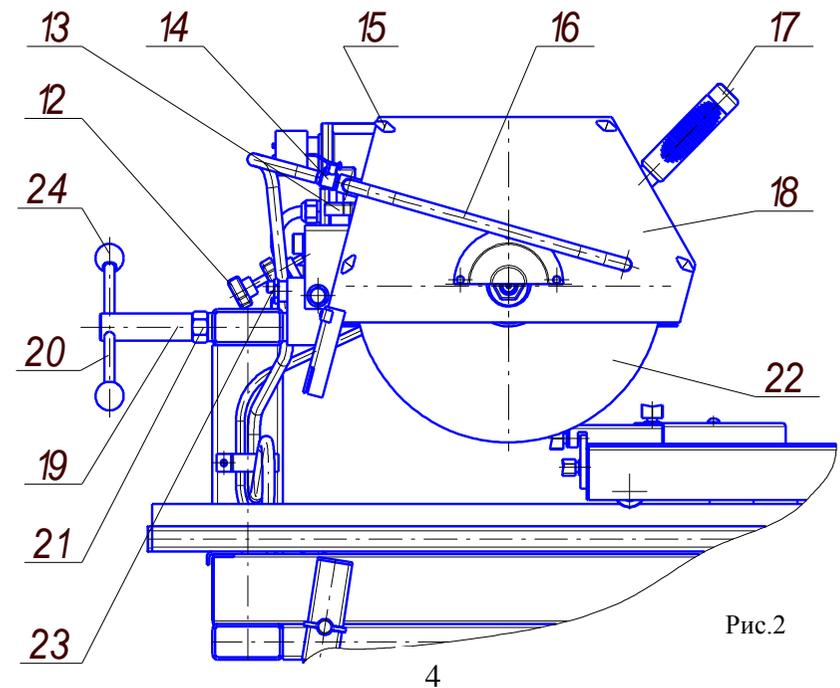

Рис.2
5.6. Выверните четыре барашковых винта 15 (см. рис. 2), осторожно снимите защитный кожух 18 (см. рис. 2) и положите его на крышку двигателя. Установите алмазный диск на ось двигателя таким образом, чтобы он был зажат между двумя планшайбами и зафиксирован гайкой при помощи гаечного ключа на 30 и дополнительного штыря-фиксатора (в комплект поставки не входит), введя его в специальное отверстие на конце оси двигателя. Проверьте, попадает ли диск в специальную прорезь подкатного стола, после чего установите обратно защитный кожух 18 (рис. 2).
5.7. Выкрутите винт-фиксатор 12 (см. рис. 2), ограничивающий вертикальное перемещение головки станка. Подкатите столик 3 (см. рис. 1) к диску и нажимая вниз ручку 17 (см. рис. 2) убедитесь, что диск свободно входит в узкую прорезь стола. При помощи гаечного ключа на 30 ослабьте фиксирующую гайку 21 (см. рис. 2) и, взявшись за ручку, расположенную на крышке двигателя, поверните головку станка на 45°. Убедитесь, что диск входит в широкую прорезь подкатного стола станка, в противном случае осуществите регулировку головки, вращая эксцентрик 23. По окончании регулировки затяните винт крепления эксцентрика. Для фиксации угла наклона головки станка используется гайка 21 (см. рис. 2) и поворотная ручка 19 (см. рис. 2), которая контрит гайку 21.
5.8. Выберите в зависимости от толщины разрезаемого материала величину вертикального хода головки станка, используя для этой цели регулировочный винт 13 (см. рис. 2). При необходимости фиксации головки станка используйте винт 12 (см. рис. 2).
5.9. Проверьте, что все шланги подачи воды для охлаждения диска штатно установлены, а пробка слива воды 10 (см. рис. 1) плотно заткнута. Наполните раму 2 (см. рис. 1) водой приблизительно на 75% его объема и откройте кран 14 (см. рис. 2).
6.1. Установите требуемые параметры реза при помощи винтов 12, 13 (см. рис. 2) и упорной линейки 4 (см. рис. 2), установив ее на фронтальную поверхность подкатного стола. 2. Установите диск 22 (см. рис. 2), выбранный в зависимости от обрабатываемого материала. Качественная и безопасная работа может осуществляться только при использовании правильно подобранных дисков, лишенных малейших повреждений и соответствующих параметрам, указанным в п.3 «Технические характеристики». Изготовитель станка рекомендует использовать диски производства бельгийской фирмы DIAMANT BOART или швейцарской фирмы FUHRER & BACHMANN, выпускающей диски под маркой FUBAC.